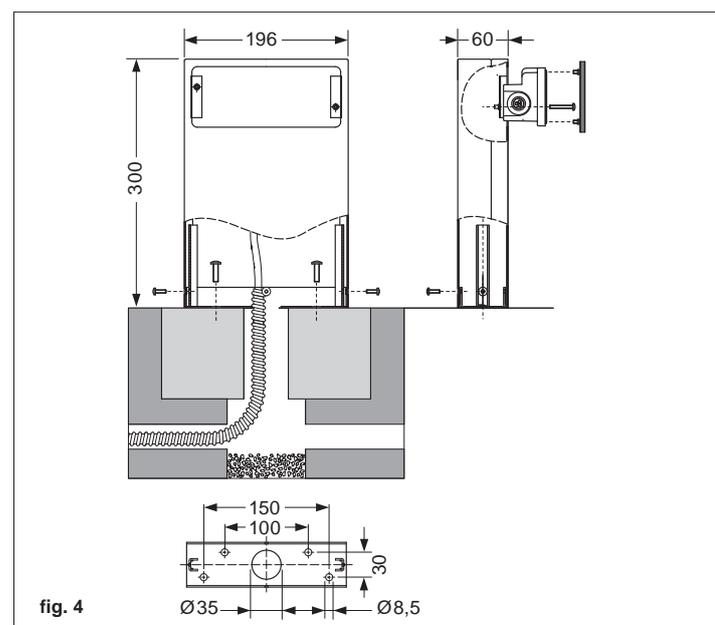

fig. 4
- Fixer l'appareil à la colonne comme indiqué sur la fig. 4 en utilisant les éléments fournis.
- Die Leuchte an der Säule wie in Abb. 4 angegeben mit den mitgelieferten Bestandteilen befestigen.